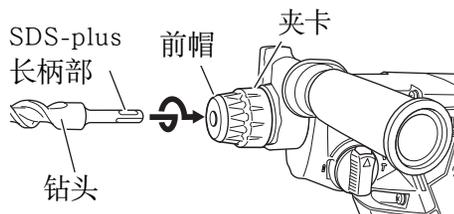
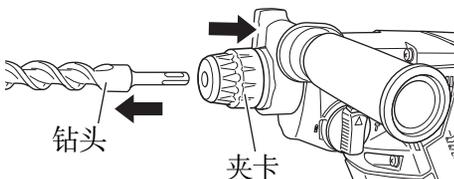

图 7
图 8
3. 安装钻头 (图 7、图 8)
- (1) 清洁钻头柄。
- (2) 旋转钻头将其插入钻头夹盘直至插锁插紧。(图 7)
- (3) 拉钻头以检查是否完全插紧。
- (4) 卸下钻头时, 首先请按箭头所示方向将夹卡完全拉出, 然后将钻头从夹卡拉下。(图 8)